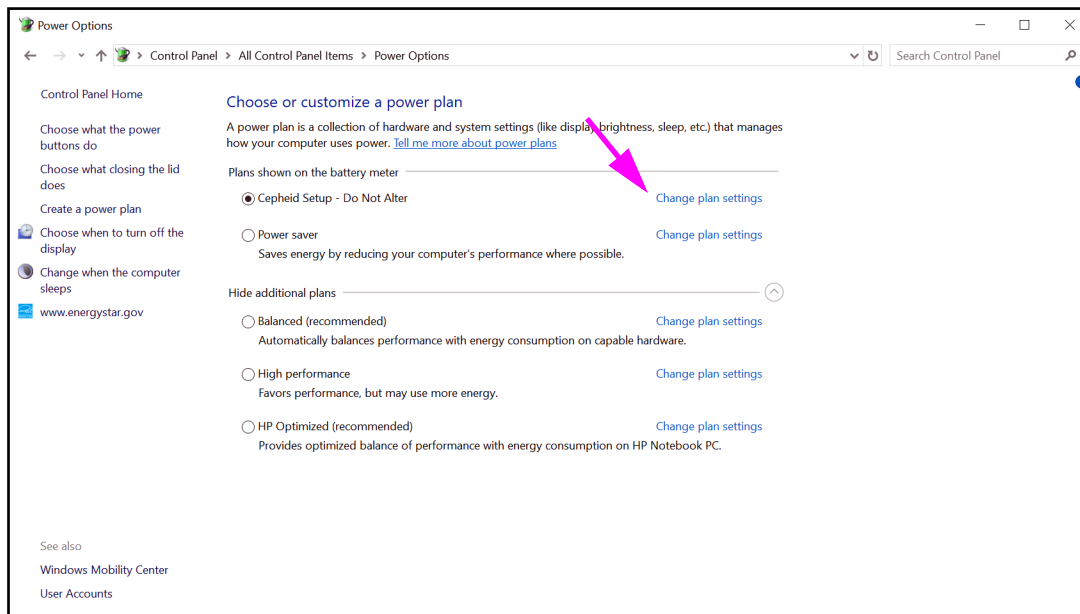

Abbildung 2-25. Fenster „Power Options“ (Energieoptionen)
3. Klicken Sie im Bereich **Cepheid Setup – Do Not Alter (Cepheid Setup – Nicht ändern)** auf **Change plan settings (Energiesparplaneinstellungen ändern)**. Siehe Abbildung 2-25. Das Fenster „Edit Plan Settings“ (Planeinstellungen bearbeiten) wird angezeigt. Siehe Abbildung 2-26.
11. **Nur für Laptop-Computer:** Klicken Sie auf **Cancel (Abbrechen)**, um das Fenster „Edit Plan Settings“ (Planeinstellungen bearbeiten) zu schließen. Das Fenster „Power Options“ (Energieoptionen) erscheint (siehe Abbildung 2-25).